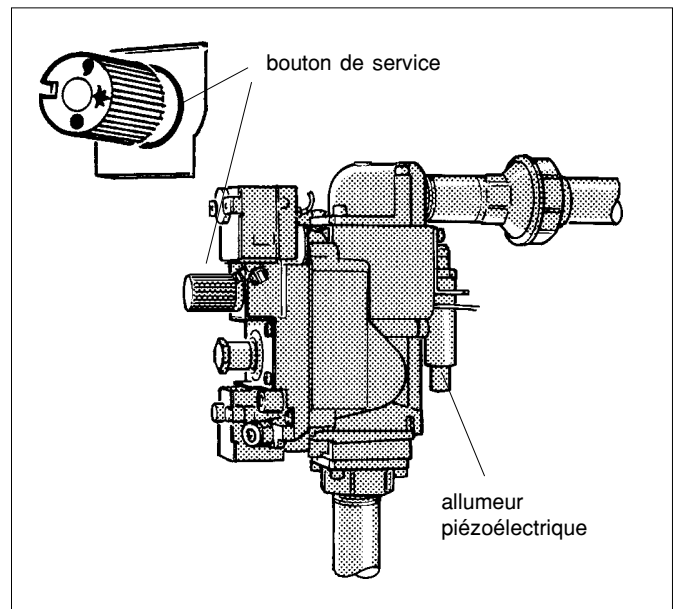

Fig. 6
- Tourner le bouton de service du bloc gaz du brûleur dans le sens des aiguilles d'une montre jusqu'au symbole "point" (fig. 6).
- Tourner le bouton de service du bloc gaz du brûleur dans le sens de l'aiguille d'une montre jusqu'au symbole "point" (fig. 6).